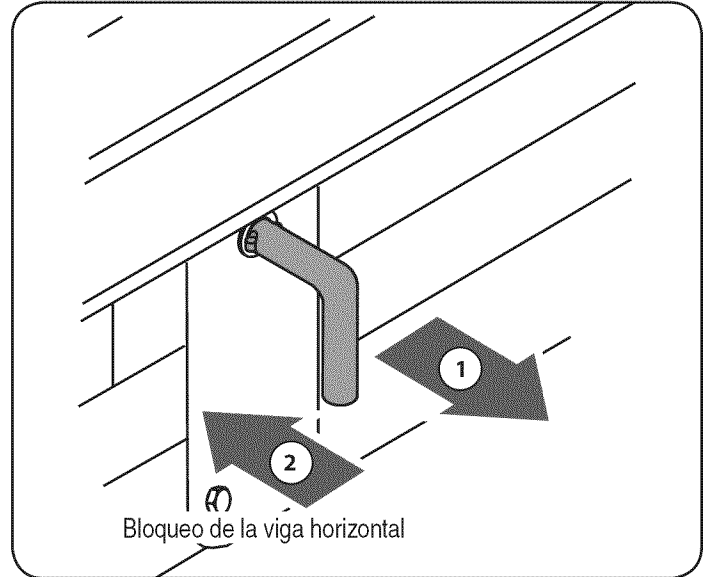

Figura 15
1. Tire del bloqueo de vigueta vertical hacia afuera y rótelo hacia abajo. Vea la Figura 15. Gire la vigueta a la posición horizontal. La vigueta se trabará automáticamente en posición horizontal.